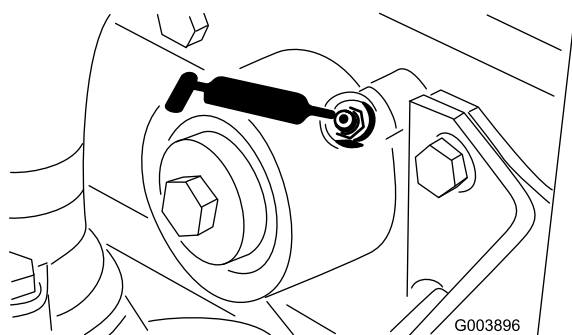

Figura 49
- 1 bocal no eixo da ventoinha (Figura 49)